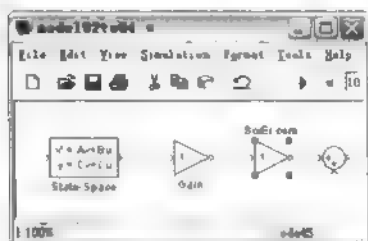

图 2.12 修改标签的位置
- 改变 SciEi.com 模块标签位置后的结果如图 2.12 所示。